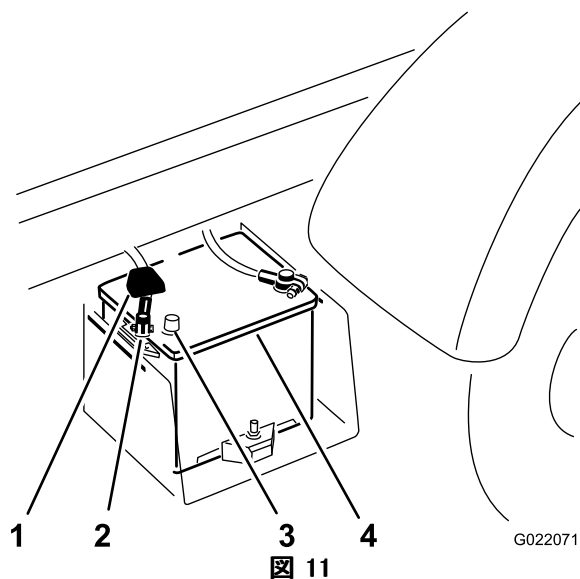

図 11
- C. プラスのバッテリー端子からケーブルを外す (図 11)。
- A. バッテリーケーブル（プラス）をバッテリーに接続する（図 11）。